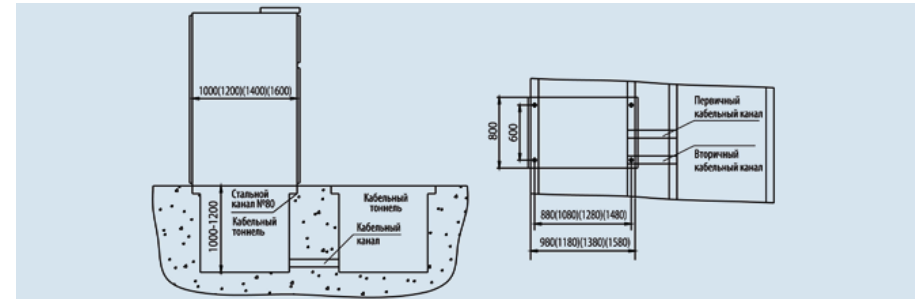

Рис. 6.3 Установочные и габаритные размеры
6.2 Установочные и габаритные размеры (см. рис. 6.3).